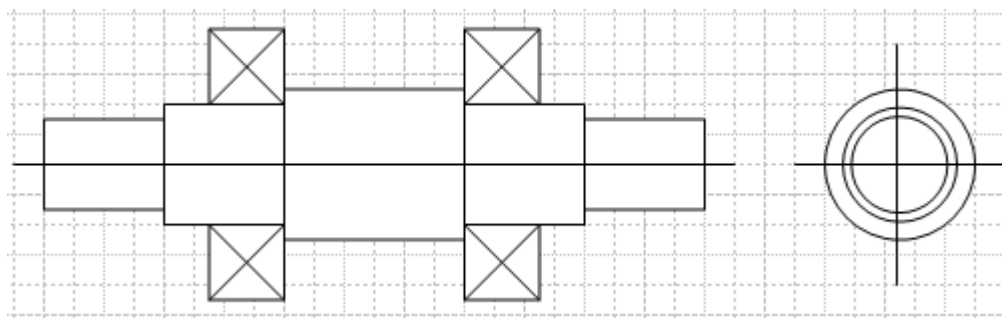

Рис. 8.8. Результат решения второй задачи.
3. По известной теперь ширине и наружному диаметру добавьте текст программы для вычерчивания подшипников в упрощенной форме – форме прямоугольников с диагоналями (см. рис. 8.8).